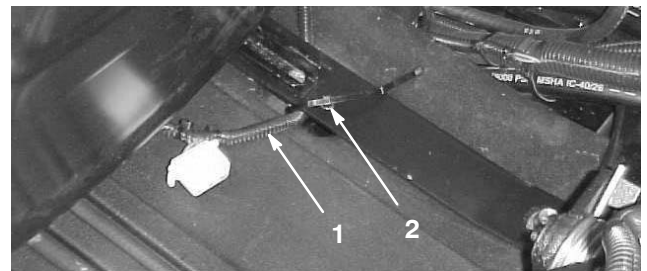

Bild 6
7. Schieben Sie (nur beim Standardsitz) den Sitz ganz nach vorne, ziehen den Draht so nach rechts, dass der überflüssige Anschluss wie in Bild 6 positioniert ist und befestigen Sie den Sitzschalterdraht dann mit einer Kabelbinde im letzten Loch der Sitzbefestigung (Kabelbinde zählt zum Lieferumfang des Sitzbausatzes).